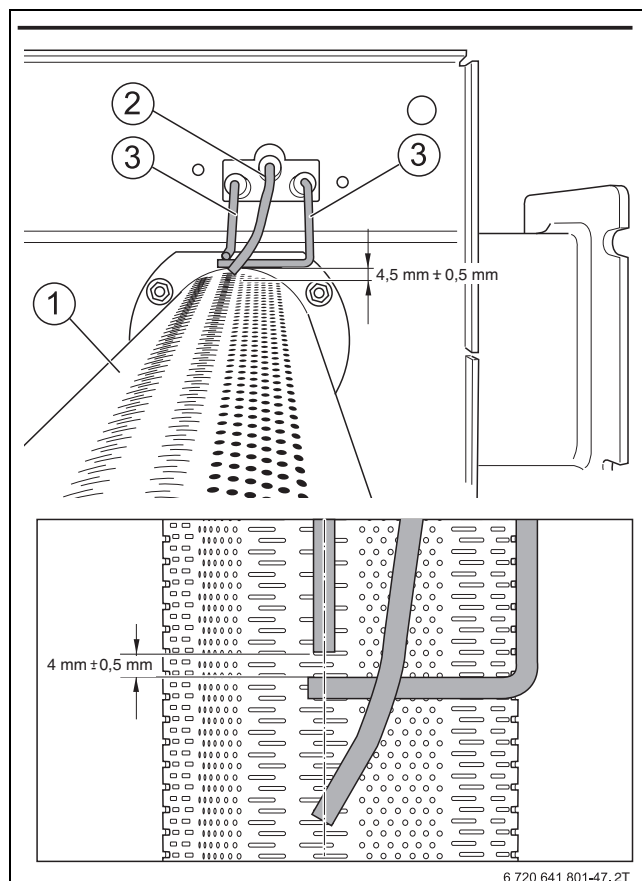

Fig. 65 Verifica della posizione degli elettrodi (misure in mm)
- Misurare le distanze tra gli elettrodi e la torcia del bruciatore come da → fig. 65 ed eventualmente correggerle attraverso le asole degli elettrodi.
- Regolare la torcia del bruciatore in modo che la posizione degli elettrodi corrisponda a quanto riportato in → fig. 65. La posizione degli elettrodi è sopra la serie di fessure.
- Ispezionare la distanza degli elettrodi di accensione (consumi) in base alla → fig. 65 ed eventualmente procedere alla loro sostituzione.